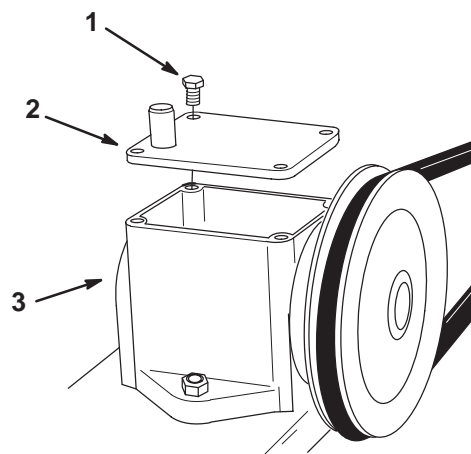

**Figure 23**
1. Dévissez de 1/4 de tour les goujons à oreilles de fixation des carters intérieurs gauche et droit du plateau de coupe, puis déposez les carters (Fig. 23).
1. Vis du couvercle du boîtier d'engrenages (4)
6. Reposez les deux carters intérieurs du plateau central, puis vissez les goujons à oreilles de 1/4 de tour pour fixer les carters au plateau (Fig. 23).